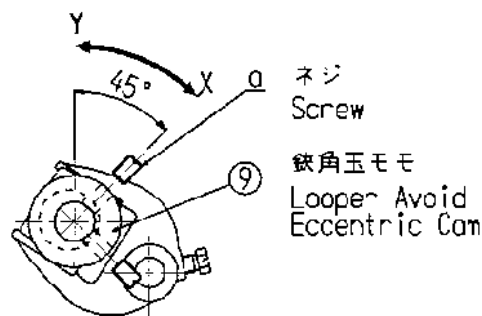

Fig.7
Clearance between Needle and Loper as Loper passes this side of Needle in its backward movement should be 0.05 to 0.5mm Loper Avoid Eccentric Cam ⑨ is used for adjustment. Slant of Loper can be increased by turning Loper Avoid Eccentric Cam ⑨ in direction of 'X' (Fig.7), and decreased by turning it in direction of 'Y'.
To facilitate adjustment, first adjust Loper Avoid Eccentric Cam ⑨ so that its set screw (a) is located as 45°, as shown in Fig.7, when nut (b) of Fig.2, is in its highest position.
調整はルーバー土台⑧のネジaを緩めて調整してください。次にルーバーが最も前進して右に動いていくとき、針とルーバーの隙間が最も接近しても針との隙間が $B=0.05\sim 0.5\text{mm}$ になるように調整してください。調整は鋭角玉モモ⑨で調整してください。Fig.7で示す通り鋭角玉モモ⑨をX方向に廻すとルーバーの運動量は大きくなり、逆にY方向に廻すと小さくなります。
鋭角玉モモ⑨はあらかじめ Fig.2 のナットbが最も高くなった位置のとき Fig.7で示すように鋭角玉モモのセットネジaが45°の位置にくるようにしておけば調整が容易です。